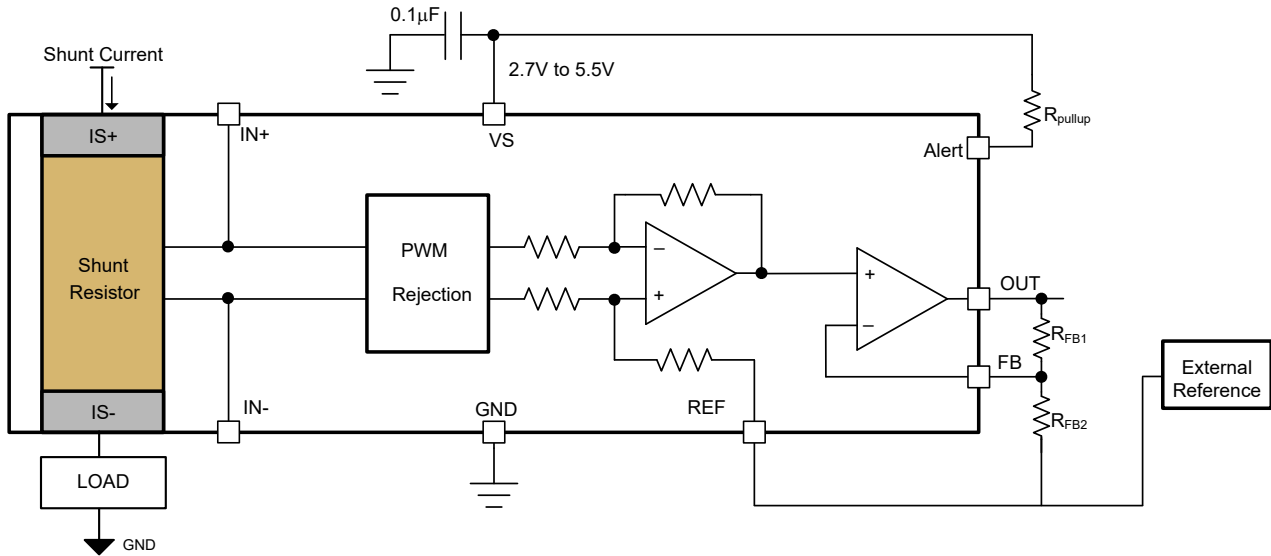

図 6-8. 外部抵抗分割器による調整可能なゲイン設定
INA790x は、2 つの外付け抵抗ネットワークでゲインを調整可能です。デフォルトのゲインは 20mV/A であり、外付けの可変ゲイン抵抗ネットワークを追加することで、総ゲイン (G) は最大 400mV/A の範囲に対応できます。図 6-8 に、外付けゲインを追加するように構成された 2 つの外付け抵抗 R_{FB1} および R_{FB2} を示します。式 2 は外部可変ゲインの計算に使用でき、式 3 は外付け可変ゲインでのシステムの合計ゲインを示します。リファレンスピンによる出力の調整に示すように、REF ピンと抵抗 R_{FB2} の一方の端は、OUT ピンで必要な電圧に基づいて、外部リファレンスに接続されています。